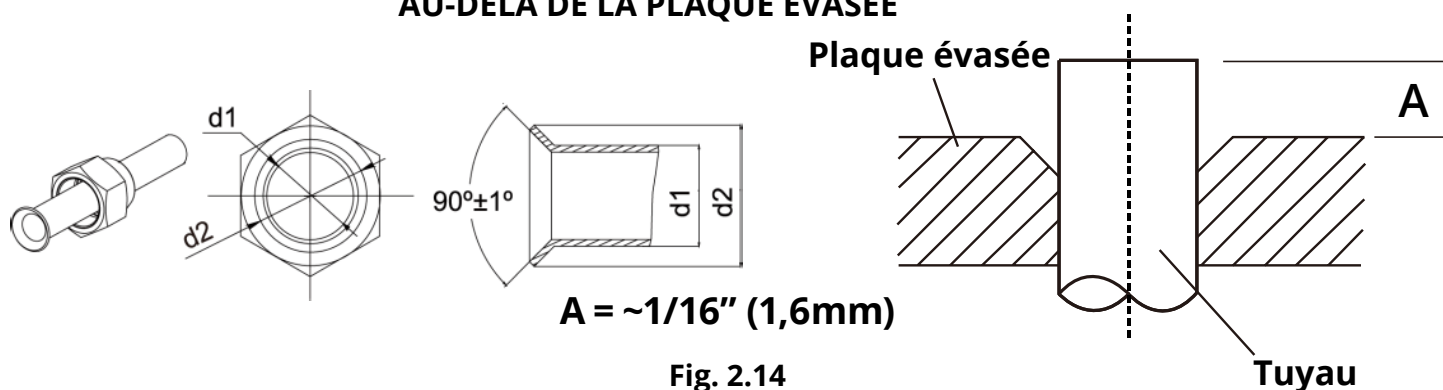

Fig. 2.14
5. Placer l'extrémité du tuyau à travers la plaque de serrage. L'extrémité du tuyau doit dépasser d'environ 1,6 mm (1/16") le bord de la plaque, tel qu'indiqué sur la **Fig. 2.14**.
6. Placer l'outil d'évasement sur la plaque, tel qu'indiqué sur la **Fig. 2.14**